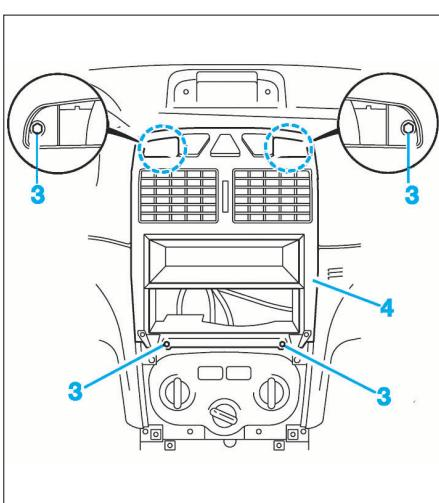

FIG. 24
- Déposer les 4 vis (3) de fixation de la façade supérieure (**Fig.24**).
- Dégager la façade supérieure (4) et débrancher l'ensemble des connecteurs électriques avant de la déposer.